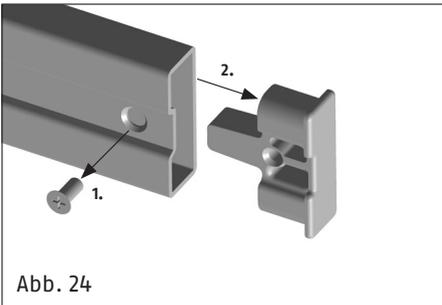

Abb. 24
Bevor die nachfolgend beschriebenen Montageschritte erfolgen bitte überprüfen, ob der **PR2600** bei eintourig ausgeschlossenen Riegeln auf das Türblatt passt. Im engen Nischenbereich eventuell **PWA2700** (Abb. 24–26) einsetzen.
4. Alternativ zur Montage eines Schließkastens kann der Riegel auch in die Wand einschließen. In diesem Fall kommt **PWA2700** (Abb. 24–26) zum Einsatz.
- Beim Einsatz von **PWA2700** zunächst die Schraube auf der Rückseite des Riegels lösen und Riegelabschlusstück entfernen (Abb. 24).